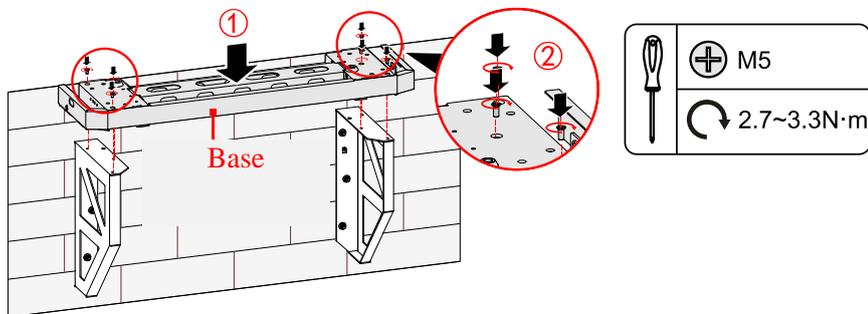

Figura 3-17 Assemblare il supporto e la base
5. Assemblare il modulo di base con viti M5, come illustrato in Figura 3-17.